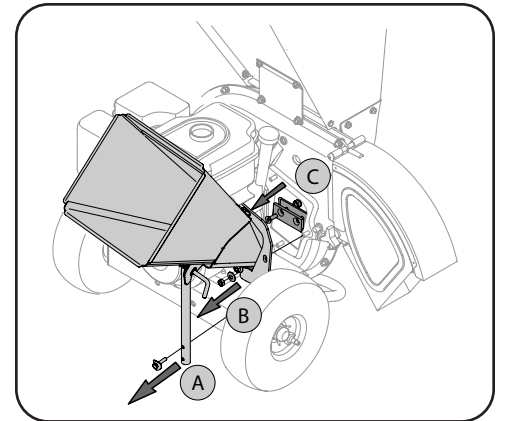

Figure 4-2
3. Retirez les deux boulons et les deux rondelles qui fixent le support de la trémie d'alimentation de la déchiqueteuse au châssis, puis enlevez le support de la trémie d'alimentation. Voir Figure 4-2 (a).
4. Retirez les trois écrous et les trois rondelles qui fixent la trémie au boîtier de la turbine, puis enlevez la trémie d'alimentation de la déchiqueteuse. Voir Figure 4-2 (B).
6. Retirez les boulons intérieurs, les rondelles de blocage et les écrous qui fixent la lame à la turbine, puis retirez la lame. Voir Figure 4-2 (C). Gardez la quincaillerie pour usage ultérieur.